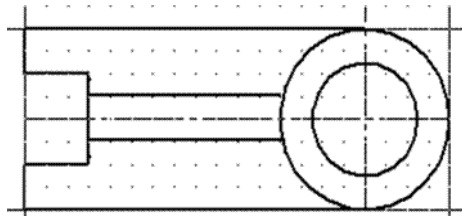

Рис. 94
15. Выполнить построение вида сверху, используя команды *Окружность* и *Отрезок* (рис. 94).